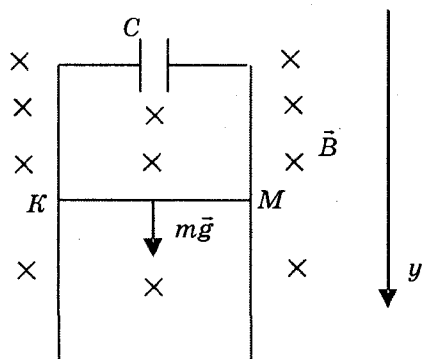

Рисунок 8
**Задача 4.** Два вертикальных металлических стержня расположены на расстоянии  $l$  и замкнуты на конденсатор ёмкостью  $C$ . Система помещена в однородное горизонтальное магнитное поле с индукцией  $\vec{B}$ . Вдоль стержней без трения скользит переключатель  $MK$  массой  $m$  (рис. 8). Пренебрегая сопротивлением переключателя и металлических стержней, определите ускорение переключателя.